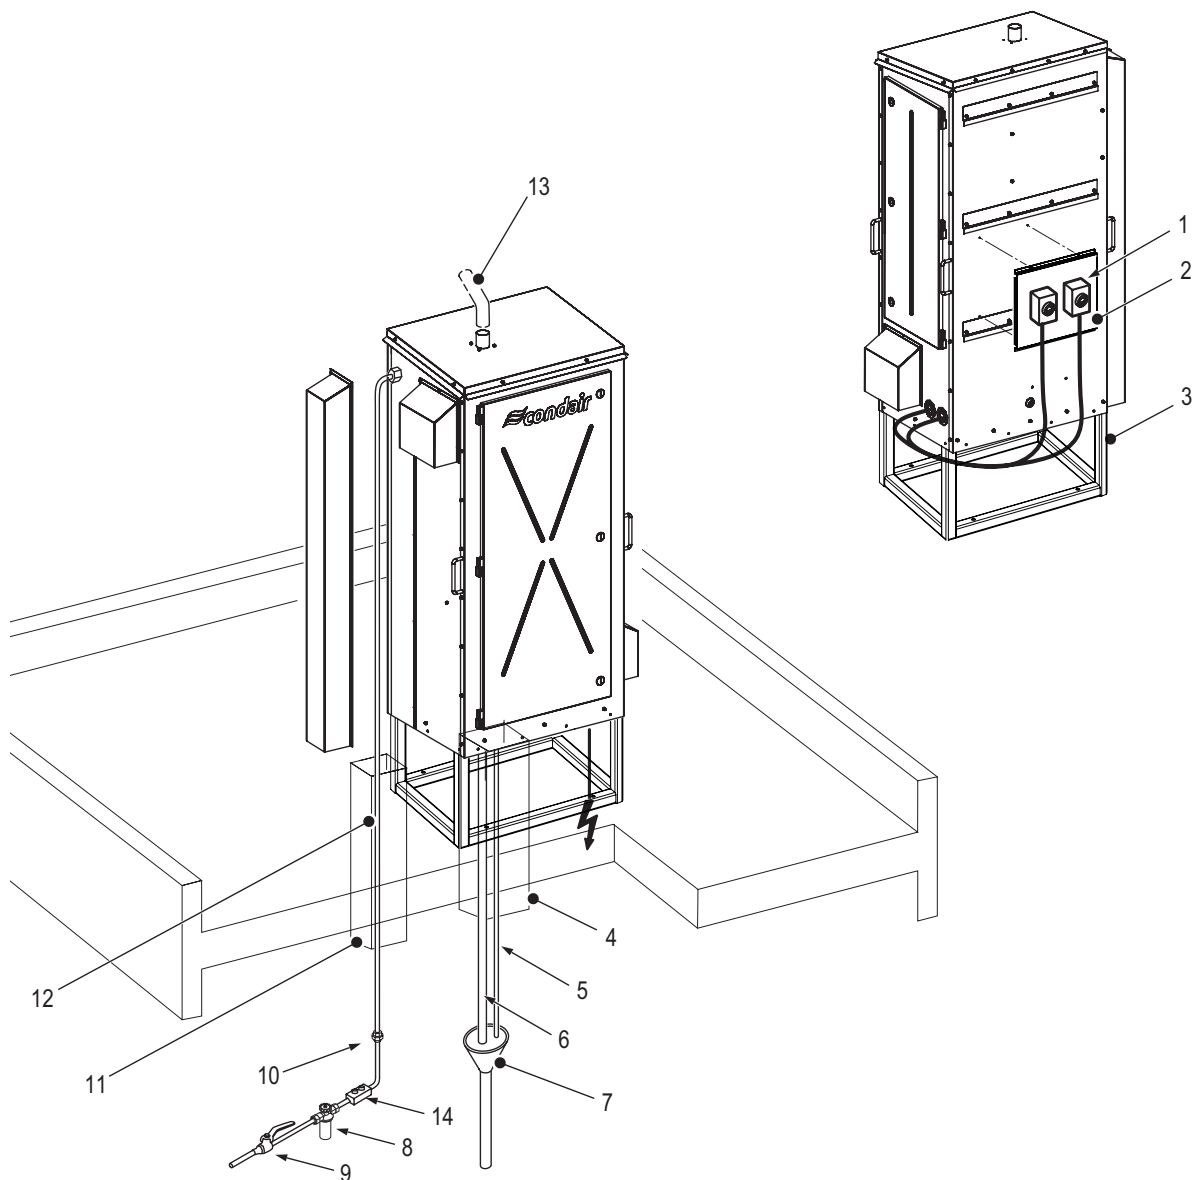

Fig. 6: Installation standard sur le cadre de montage (appareil de taille moyenne en image)
- sur un cadre de montage, voir Fig. 6 dans Chapitre 5.2.2.
- Remarque 4 :** L'entonnoir de vidange doit se trouver à l'intérieur du bâtiment (recommandé) comme indiqué sur Fig. 6. De plus, il doit être raccordé à la goutlotte du bâtiment (recommandé) ayant un débit d'évacuation d'au moins 30 l/min par cylindre à vapeur pour un appareil EL-OC et un appareil RS-OC. Le tuyau d'évacuation connecté à la trémie doit avoir un diamètre intérieur d'au moins 40 mm. Les tuyaux d'évacuation raccordés à la trémie ne doivent pas frôler les bords ou toucher le fond de la trémie. Pour des grandes unités, des entonnoirs de vidange séparés doivent être utilisés pour chaque cylindre des conduits d'évacuation.